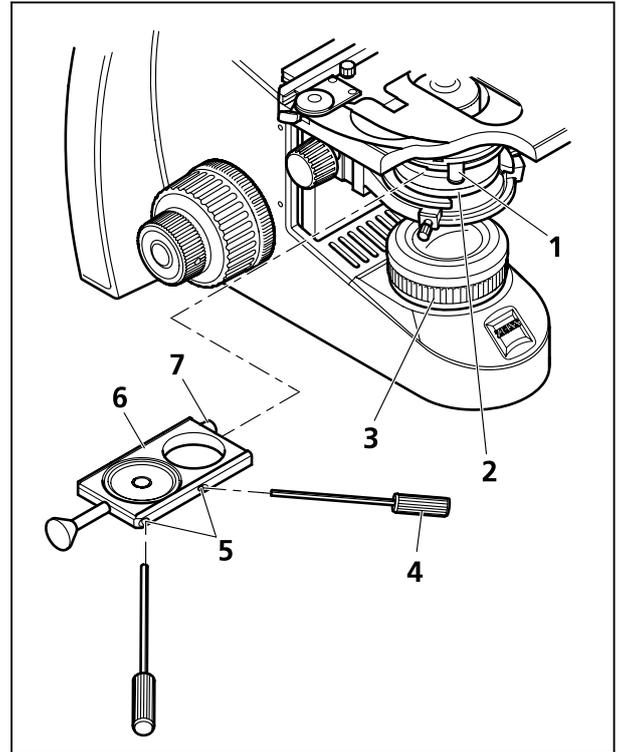
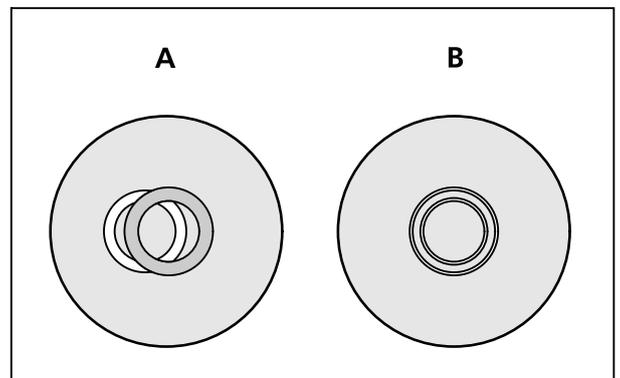

Figura 9 Insertar la corredera
Figura 10 Centrar el diafragma anular
- Abrir el diafragma de campo luminoso (Figura 9/3, si es ajustable) en el estativo y, mediante la palanca (Figura 9/1), el diafragma de apertura en el condensador de Abbe (Figura 9/2).
- Si la corredera para contraste de fases (Figura 9/6) no ha sido integrada en el microscopio por parte de la fábrica, desenroscar primero el tornillo (Figura 9/7). Luego, introducir la corredera desde la izquierda en el condensador de Abbe y volver a enroscar el tornillo (Figura 9/7).
- Controlar el centraje del diafragma anular según la Figura 10. Sacar un ocular para tal fin y sustituirlo por la lente auxiliar.
- Cuando sea necesario, centrar el diafragma anular (Figura 10/A) mediante los dos tornillos de ajuste de la corredera (Figura 9/5), usando las dos llaves macho hexagonales SW 1,5 (Figura 9/4), hasta que se presente una imagen que corresponda a la (Figura 10/B).